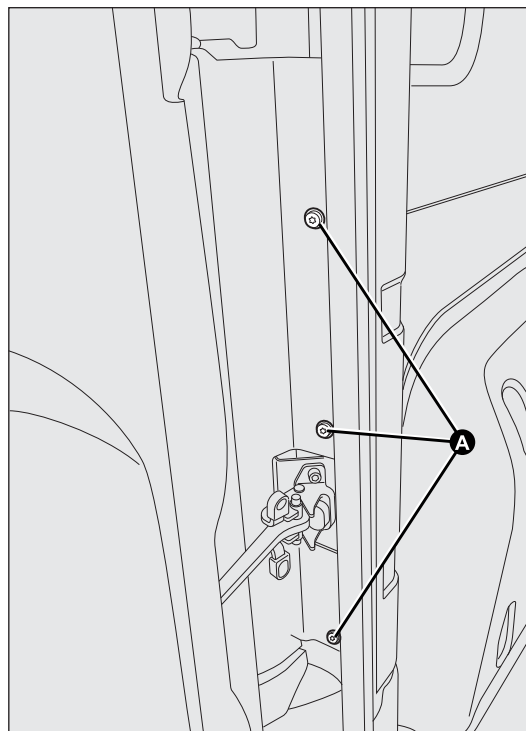

рис. 156
- ❑ открутить крепежные винты А-рис. 156;